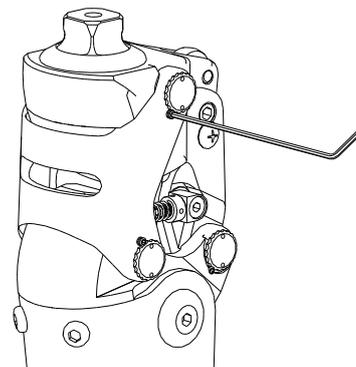

図6
5. 膝の屈曲伸展を行い、スムーズに動くことを確認した後、回り止めネジをセットして下さい。(図6参照)